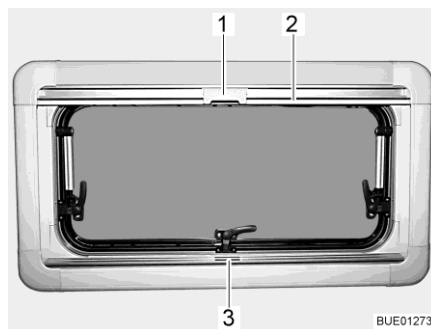

Fig. 85 Fenêtre projetante
- Saisir le dispositif occultant plissé par le centre de la barre-poignée (Fig. 85,3), le tirer du bas vers le haut et le relâcher à la hauteur voulue. Le dispositif occultant plissé reste alors à cette hauteur.
- Tirer la moustiquaire par la barre-poignée (Fig. 85,2) vers le bas jusqu'à ce qu'elle entre en contact avec celle du dispositif occultant plissé (Fig. 85,3).
- Verrouiller le cran (Fig. 85,1) de la moustiquaire avec la barre-poignée du dispositif occultant plissé.
- Presser le cran (Fig. 85,1) en haut de la moustiquaire vers l'arrière.
- Ramener lentement la moustiquaire en arrière au moyen de la barre-poignée (Fig. 85,2).